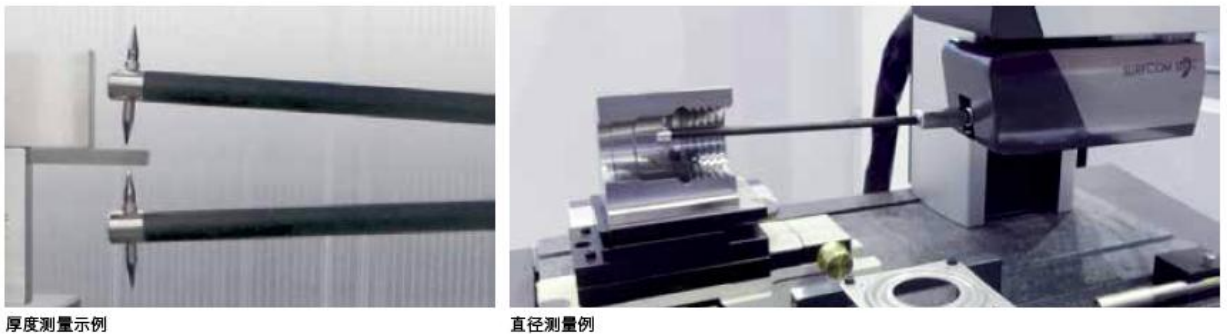

图2
2.1.2 轮廓传感器具有上、下测量的功能，一次定位可测量上下端面的轮廓形状，一次分析，非常适合于分析厚度、直径等尺寸（此功能需要选配T型测针和T型测针校正单元），详见图2。